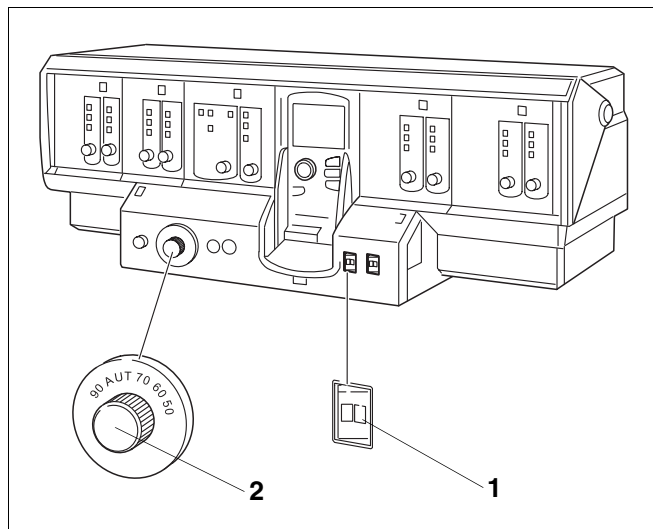

Fig. 1 Aparat de reglare de ex. Logamatic 4311
- Comutatorul (Fig. 1, Poz.1) se trece în poziția "I" (pornit).
- Regulatorul de temperatură pentru apa din cazan (Fig. 1, Poz. 2) se fixează pe poziția AUT respectiv 80 °C. În regim de temperatură constantă, se reglează temperatura dorită, adică min. 60 °C dacă se folosesc gaze și min. 50 °C dacă se folosește motorină.
- Comutatorul (Fig. 1, Poz.1) se trece în poziția "0" (oprit).